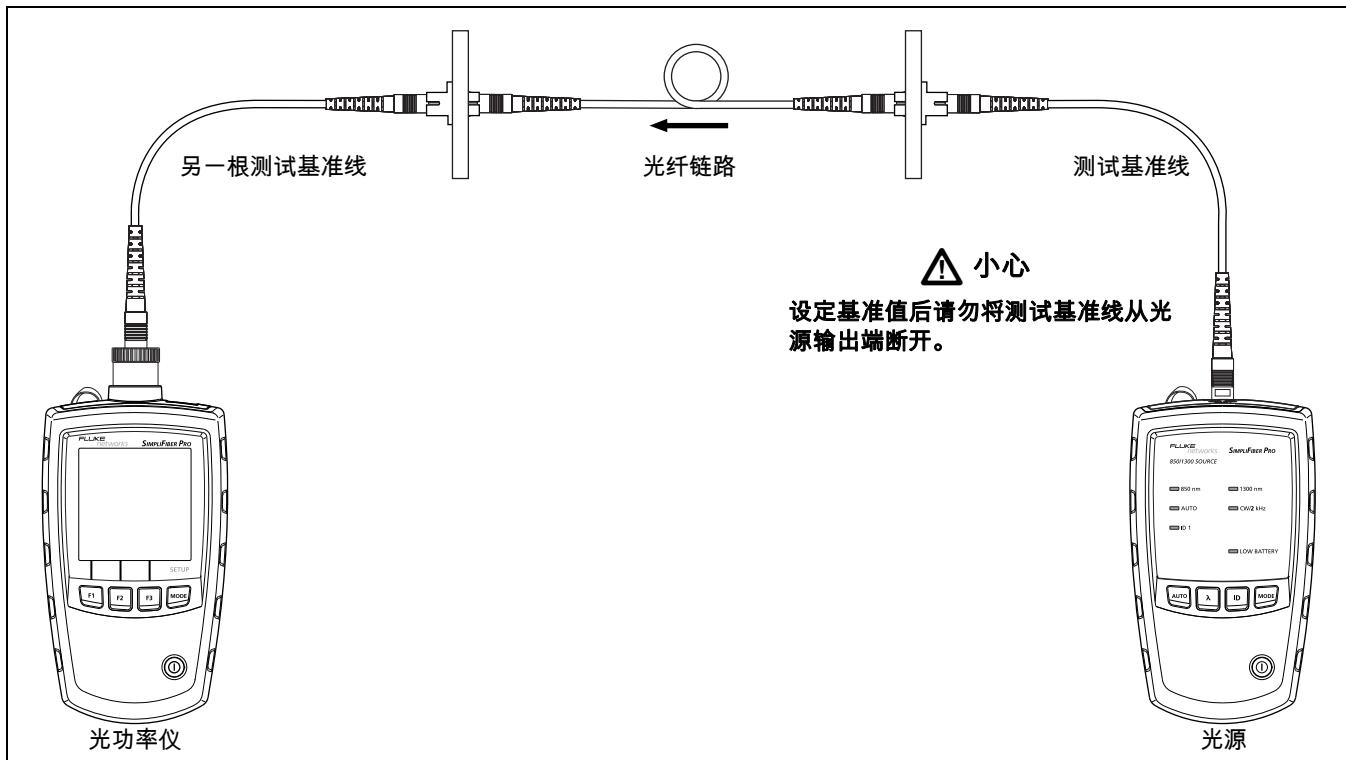

图 11. 损耗测量连接 (1个跳接法)
- 3 断开测试基准线与光功率仪之间的连接，然后如图 11 所示进行连接。